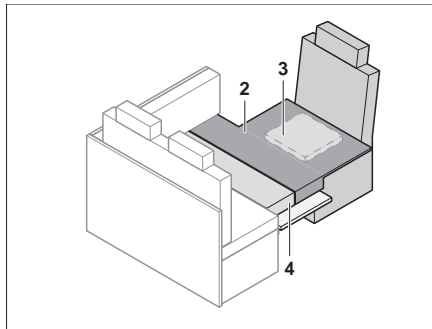

Bild 142 Efter ombyggnaden
- Lägg på extradynorna som visas på Bild 142.